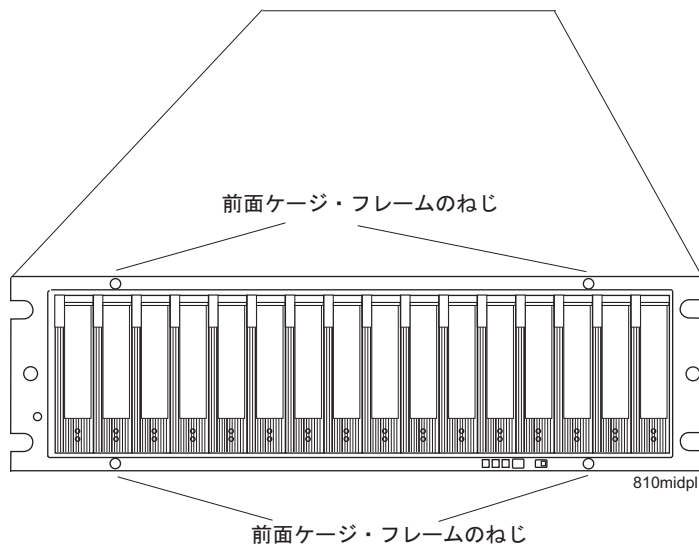

図 86. 前面ケージ・フレームねじ位置
9. #1 プラスねじ回しを使用して、180 ページの図 86 に示すように、ミッドプレーンの前面ケージ・フレームのねじ 4 個を緩めます。
16. 前面ケージ・フレームの 4 個のねじを締めます。180 ページの図 86 を参照してください。